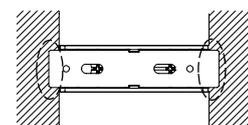

図3 保護板裏面図
- スライド金具の両端が保護板を挟み込んでいるか確認し固定ねじを締め付けてください。(図3)